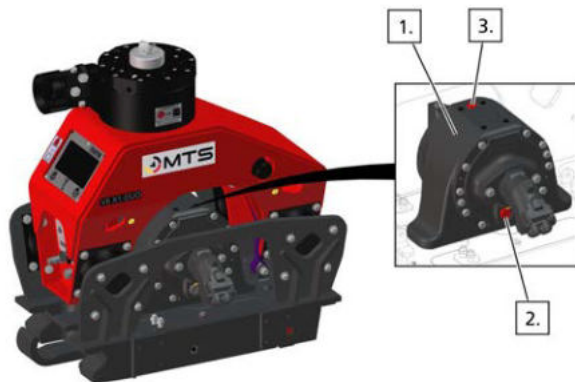

Abbildung 25: Ölstand kontrollieren/nachfüllen
- Anhand des in der Erregereinheit integrierten Öl-Schauglas Pos. 2 (siehe Abbildung 25, Seite 22) den Ölstand kontrollieren.
- Zum Öl nachfüllen die Öleinfüllschraube Pos. 3 (siehe Abbildung 25, Seite 22) aus der Erregereinheit herausdrehen.
- Öleinfüllschraube Pos.3 (siehe Abbildung 25, Seite 22) mit einem neuen Kupferdichtring einschrauben und festziehen.